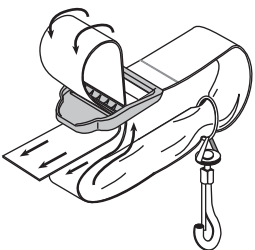

Fig. 17
- Tirez la bandoulière par-dessus la traverse et à travers la fente de la boucle (Fig. 17).